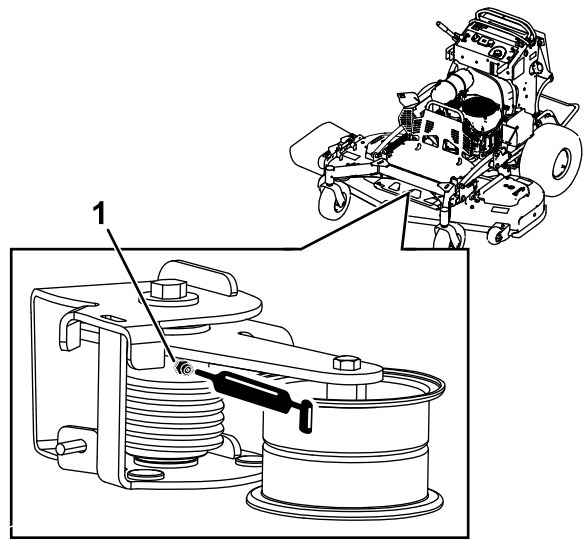

Bild 39
2. Fetten Sie die Drehspannscheibe am Mähwerk mit Hochtemperaturfett am Schmiernippel ein, wie in Bild 39 abgebildet.